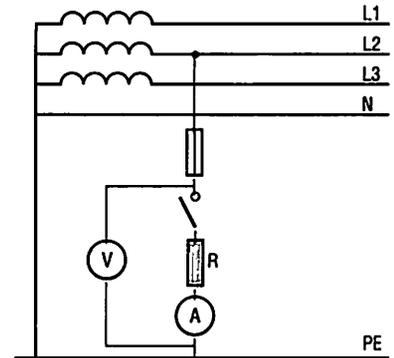

Fig. 2 : Mesure de l'impédance de la boucle de défaut en cas de liaison équipotentielle locale.
- les résistances **entre les masses** et la **liaison équipotentielle** principale (cas du régime IT ou TN) (fig. 2).